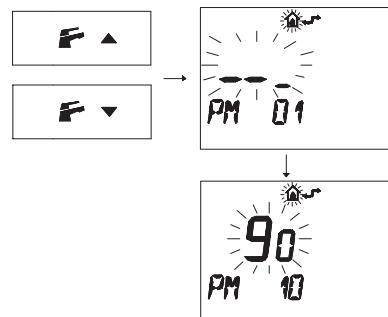

Figura 5.46
- Pulse los botones **PIP ▼** o **PIP ▲** para visualizar la programación "PM10" selección de la frecuencia de encendido (Figura 5.46).
En la Figura 5.46 se muestra un punto de consigna programado de **90** equivalente a un tiempo de reencendido de aproximadamente 3 minutos. El rango de regulación va desde 0 a 8 minutos y medio.